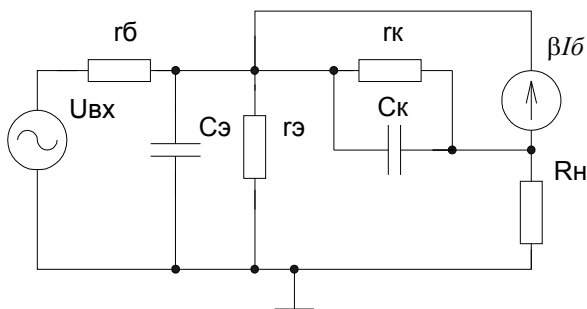

Рис. 89
- Наличие барьерных ёмкостей на р-п переходах. Коллекторная ёмкость влияет значительно сильнее, так как она подключается параллельно большому сопротивлению (смотрите Рис. 89).